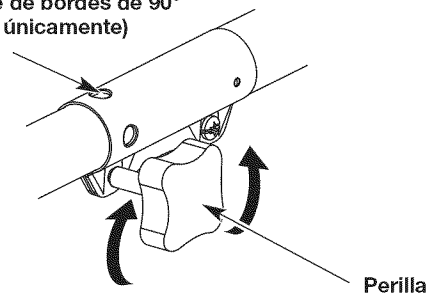
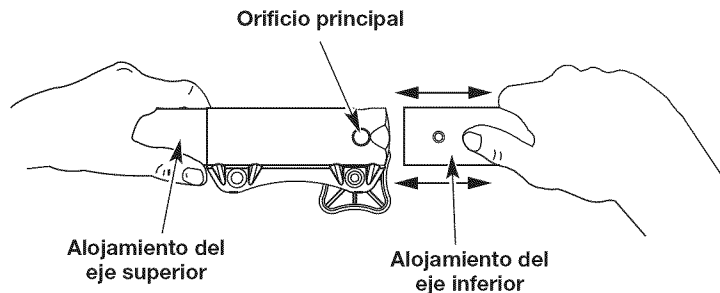

Fig. 4
Fig. 6
1. Gire la perilla en el sentido contrario a las agujas del reloj para aflojarla (Fig. 4).
2. Mientras sujeta con firmeza el accesorio, empújelo en línea recta dentro del acoplador hasta que el botón de liberación entre a presión y quede firme dentro del orificio principal (Fig. 6).
3. Gire la perilla en el sentido de las agujas del reloj para ajustar (Fig. 4).
**PRECAUCIÓN:** Antes de utilizar esta unidad, asegúrese de que el botón de liberación entre a presión completamente dentro del orificio principal (Fig. 6) y que la perilla (Fig. 4) quede bien ajustada.
Para un reborde decorativo con un accesorio de recorte, trabe el botón de liberación en el orificio de recorte de bordes de 90° (Fig. 4).
3. Mientras sujeta firmemente el alojamiento del eje superior, tire del accesorio de manera recta para sacarlo del acoplador (Fig. 6).